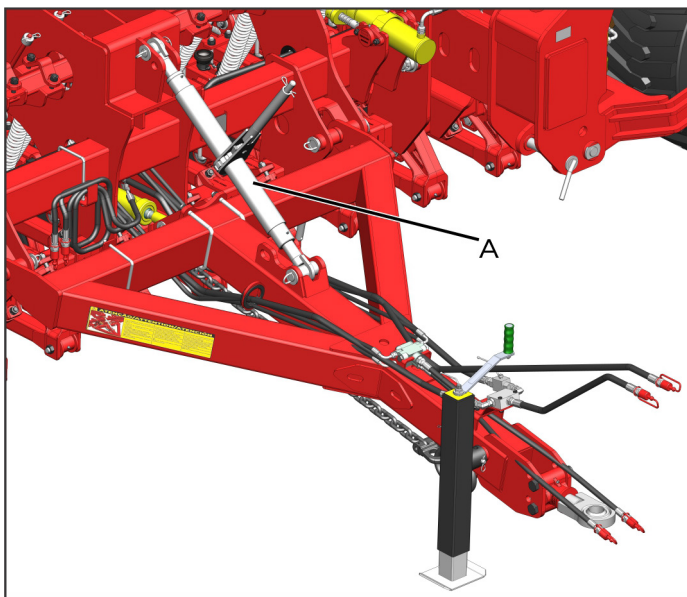
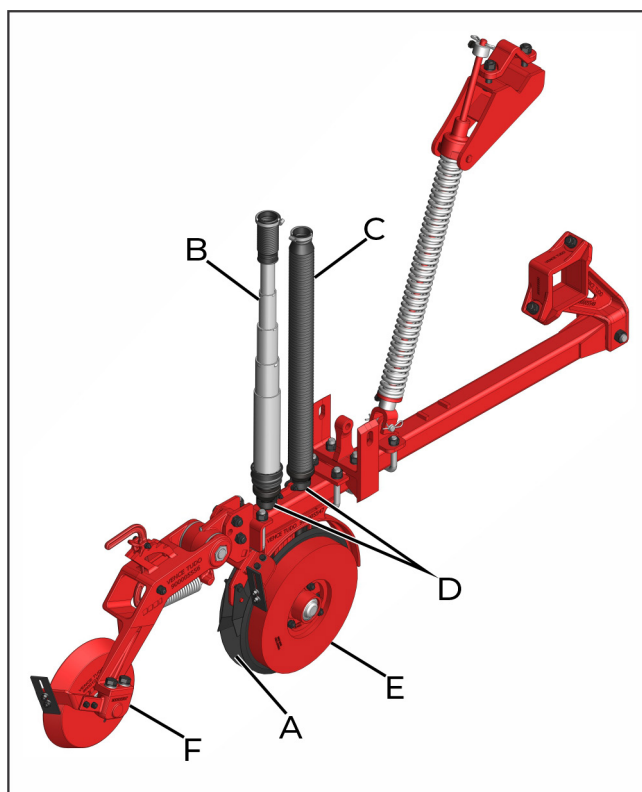

fig. 22
fig. 23
La nivelación longitudinal se debe hacer a través del tercer punto (A) (fig. 22) del cabezal de acoplamiento de la sembradora.
En el sistema de siembra directa para arroz, se utilizan discos dobles como surcadores de suelo los discos dobles que no coinciden (A) (fig. 23), para diámetros de 15 pulgadas. Los conjuntos se componen también de líneas desalineadas. El mecanismo de deposición de semillas está conformado por conductores telescópicos (B) (fig. 23) y el de deposición de fertilizantes está formado por conductores flexibles (C) (fig. 23), ambos con conductores internos (D) (fig. 23), del disco doble, para dirigir el fertilizante (parte delantera) y las semillas (parte trasera).
La limitación de profundidad se controla a través del anillo limitador (E) (fig. 23) disponibles en los modelos de 25 y 40mm.
La compactación y cobertura de la semilla se realiza por medio de las ruedas compactadoras (F) (fig. 23), fijados individualmente en cada línea surcadora. La nivelación longitudinal se deberá realizar a través del tercer punto (A) (fig. 22) del cabezal de acoplamiento de la sembradora.